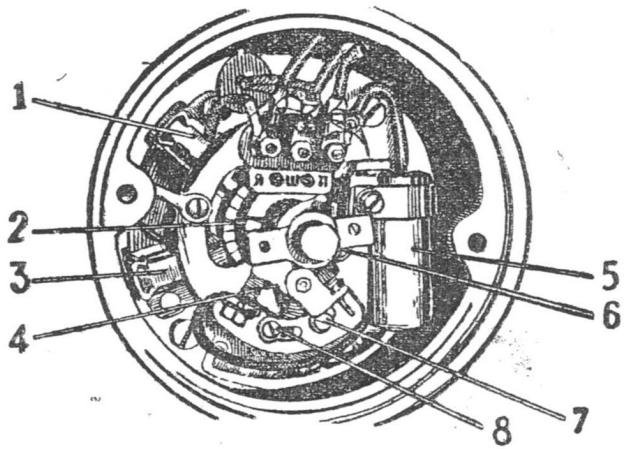

Рис. 28.
На одном торцевом конце корпуса приварена крышка, на которой смонтированы (см. рис. 28) щеткодержатель со щетками, три клеммовых стойки на панели для крепления проводов, очиститель кулачка и прерыватель с конденсатором.
**Прерыватель.** Основными частями прерывателя являются молоточек, наковаленка, основание прерывателя и кулачок (см. рис. 28 и 30).